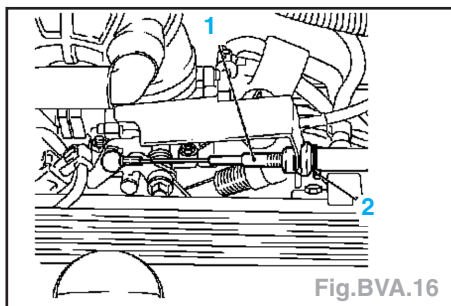

Fig. BVA.16
- Retirer l'agrafe de sûreté (2) (Fig. BVA.16).
- Disposer l'enveloppe extérieure (1) du câble de la commande en tirant dessus, de sorte à ce que le câble soit libre mais fixé entre le support et la commande d'accélérateur.